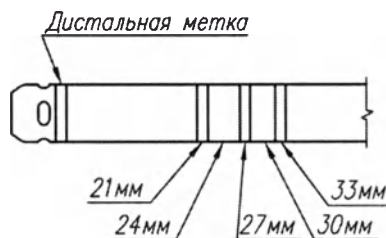

Рис. 5 Расположение контрастных меток на системе доступа
11. Под рентгенографическим контролем осторожно продвинуть проводниковый катетер системы доступа по пигтейл-катетеру в устье УЛП. Расположить контрастную метку в дистальной части проводникового катетера, соответствующую выбранному размеру окклюдера (Рис. 5) на уровне устья УЛП или немного дистальнее. Осторожно извлечь пигтейл-катетер из проводникового катетера системы доступа.